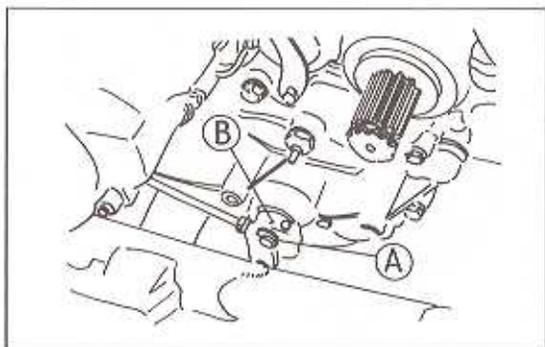

Bild 187
- Den Benzingring und den Schalthebel demonstrieren (Bild 187).